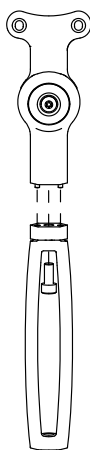

図 4.
4. 位置合わせピンを使って、交換用レッグをベースに揃えます。図 4 を参照してください。
5. 同梱の新しいファスナーをレッグ上部を通して、図 4 に示すように 5 mm 六角レンチを使って、ベースに挿入します。ファスナーを 6.0 N·m (53 in·lbf) まで締めます。